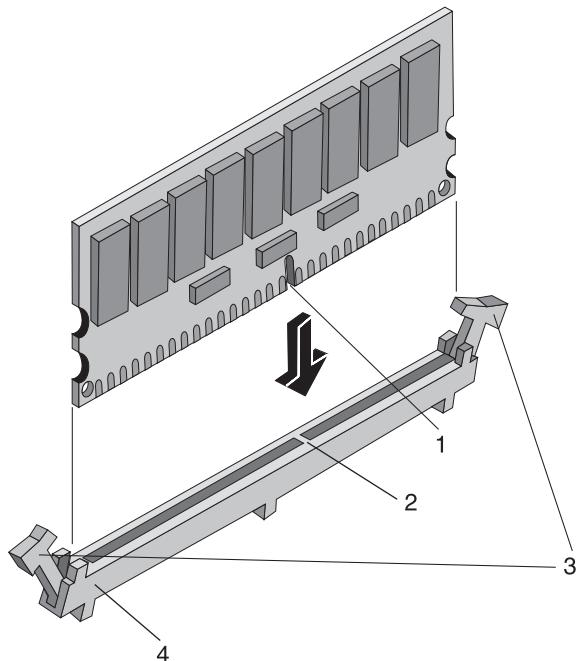

Figura 2-12: Alineación del módulo DIMM y la ranura
7. Alinee la muesca del módulo DIMM nuevo con la chaveta de la ranura DIMM. Consulte la figura 2-12.